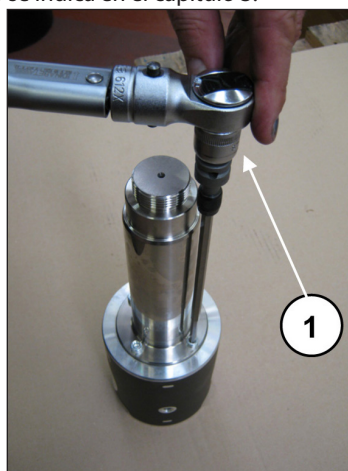

Fig. 49
Introducir el vástago de guía del pistón en el alojamiento de la guía del pistón (pos. ①, Fig. 48) y fijarlo con 4 tornillos de cabeza cilíndrica M6x20 (pos. ①, Fig. 49).
Ajustar los tornillos con la llave dinamométrica (pos. ①, Fig. 49) como se indica en el capítulo 3.